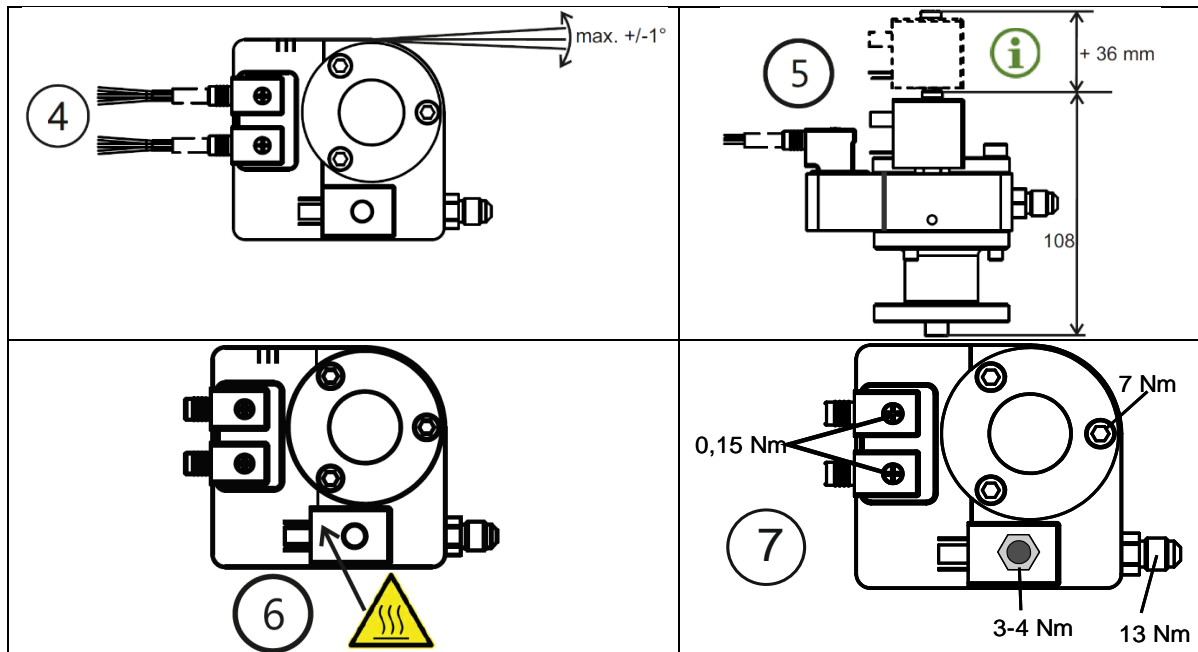

Abbildung 4: Montage
- Ölreguliersystem horizontal ausrichten (tol. +/- 1°, siehe Bild 4)
5. Ölreguliersystem waagrecht einbauen (Bild 4)